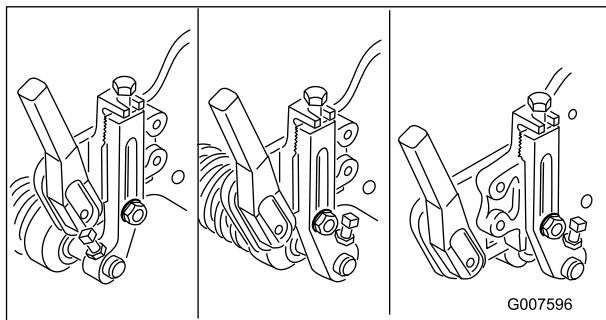

Рисунок 51
**Примечание:** В зависимости от применения и от нужд пользователя передний валик может быть установлен в три разных положения (Рисунок 51).